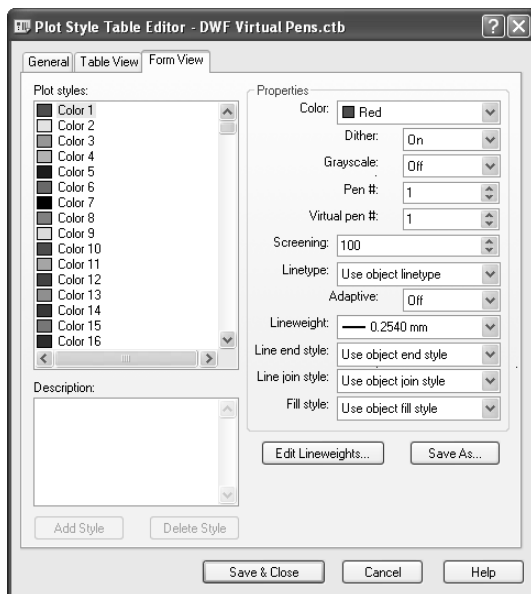
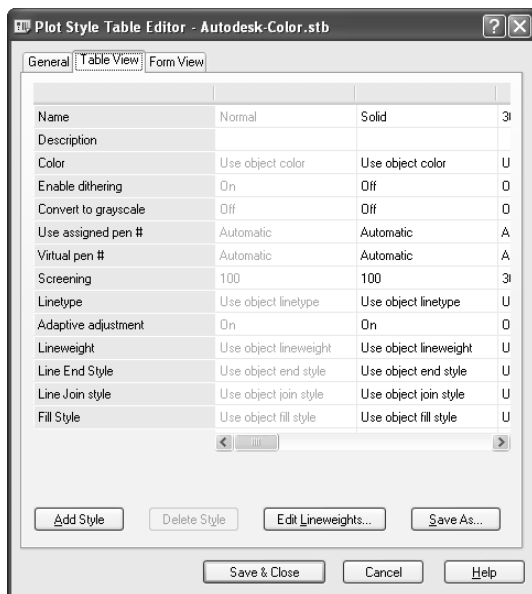
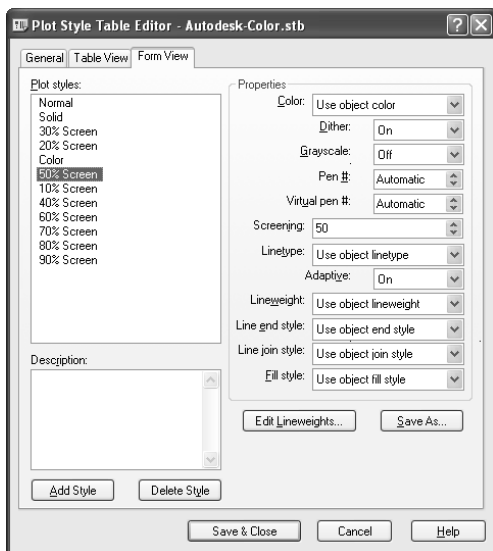

Рис. 9.15. Диалоговое окно **Plot Style Table Editor** при редактировании таблицы цветозависимых стилей печати
Рис. 9.16. Вкладка **Table View** диалогового окна **Plot Style Table Editor** при редактировании таблицы именованных стилей печати
Рис. 9.19. Вкладка **Form View** диалогового окна **Plot Style Table Editor** при редактировании таблицы именованных стилей печати
Использование цветозависимых стилей печати, как видно из названия, определяется цветом конкретного объекта чертежа AutoCAD. Поскольку слою или объекту можно назначить любой из 255 возможных цветов, таблица цветозависимых стилей печати может содержать до 255 стилей — по одному для каждого из возможных цветов. Пользователь может изменить такие параметры сведенных в таблицу цветозависимых стилей печати, как цвет объекта при выводе на печать, использование градаций серого, номер пера, тип, толщина и заливка линий. Эти параметры устанавливаются для каждого цвета чертежа в отдельности, причем пользователь не может добавлять, удалять или переименовывать цветозависимые стили. Настройка параметров осуществляется из диалогового окна **Plot Style Table Editor**, которое при редактировании таблицы цветозависимых стилей печати имеет вид, представленный на рис. 9.15.
Как и в случае с цветозависимыми стилями печати, настраивать таблицы именованных стилей печати можно с помощью диалогового окна **Plot Style Table Editor**, вкладка **Table View** (Таблица) которого представлена на рис. 9.16.
2. В открывшемся диалоговом окне **Plot Style Table Editor** перейдите на вкладку **Table View** (см. рис. 9.16) или на вкладку **Form View** (Карточка), которая показана на рис. 9.19.
Как уже отмечалось, вкладки **Table View** и **Form View** — это два различных представления одной и той же таблицы стилей печати. При этом на каждой вкладке отображаются все стили печати текущей таблицы. Вкладка **Table View** лучше подходит для работы с таблицами, которые содержат относительно небольшое количество стилей, в то время как вкладка **Form View** более удобна для работы с таблицами, содержащими много стилей печати, таких как таблицы цветозависимых стилей. На вкладке **Table View** (см. рис. 9.16) каждый стиль печати отображается в отдельном столбце, строки которого представляют собой свойства стилей. На вкладке **Form View** стили печати, содержащиеся в таблице, представлены в виде списка (см. рис. 9.15 и 9.19). При этом на расположенной рядом со списком панели **Properties** отображаются свойства стилей, выбранных из списка **Plot Styles**.